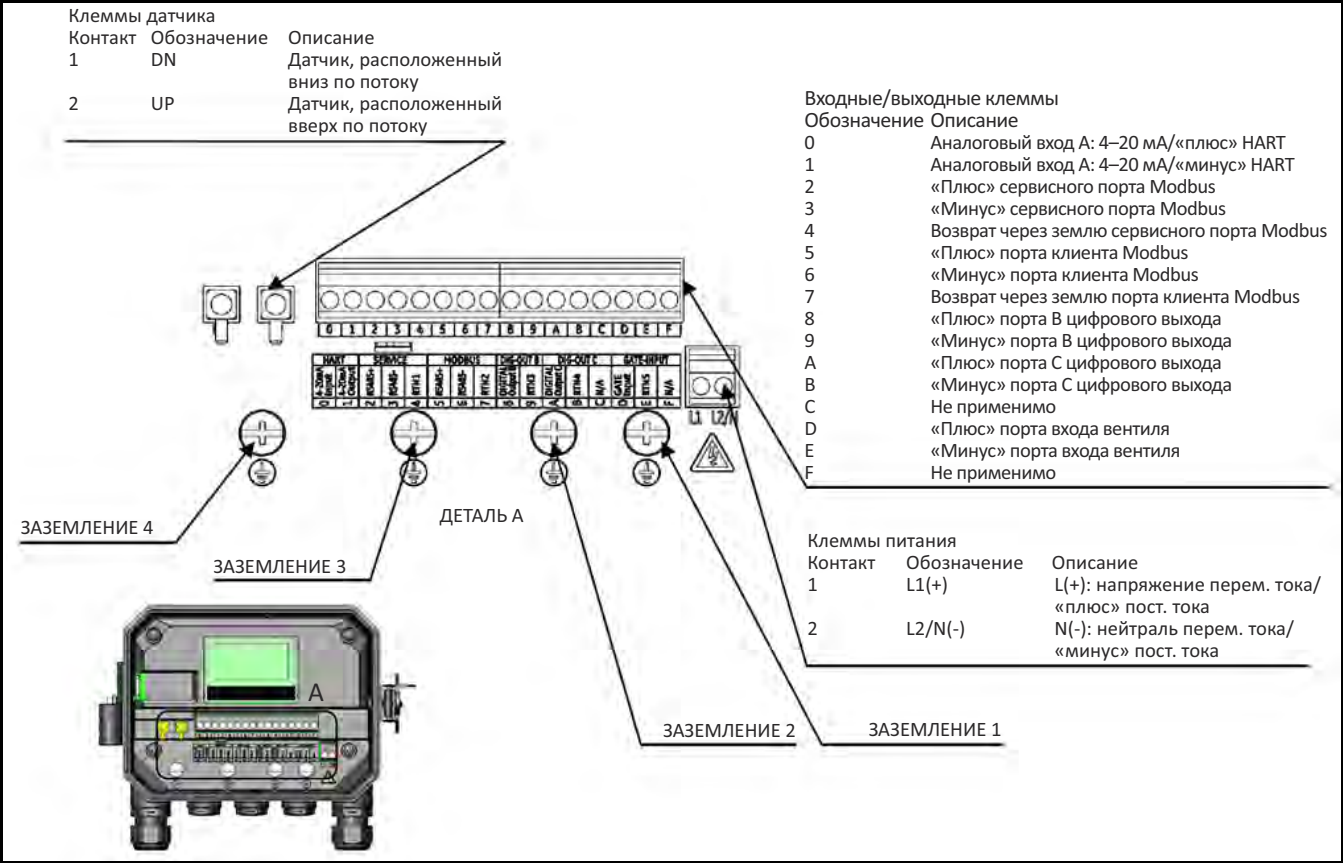
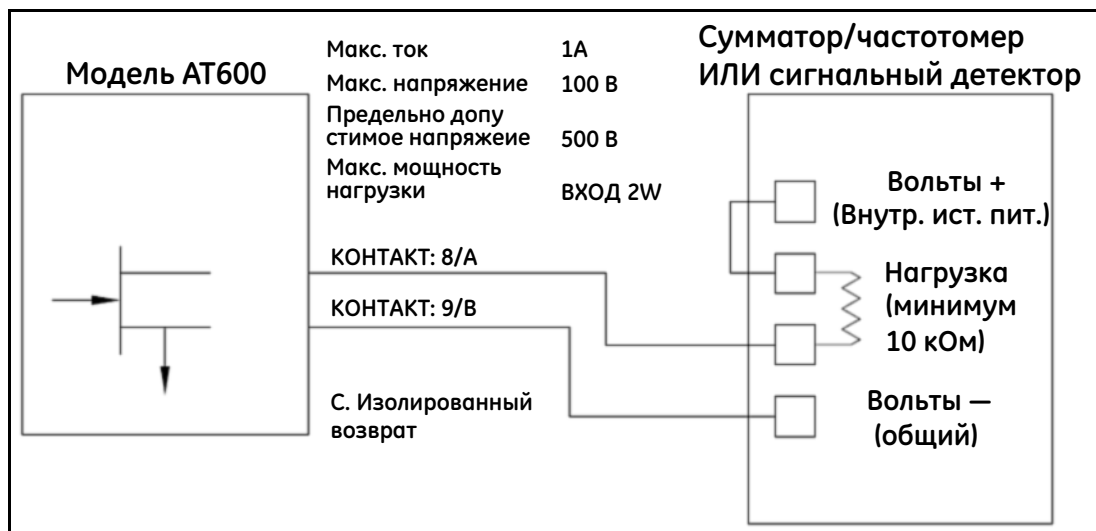

Рисунок 22: Диаграмма подключения
Рисунок 27: Подключение суммирующего/частотного/сигнального выхода
2. Подключите электропитание и кабели датчиков к АТ600; см. Рисунок 22 на стр. 16.
В этом разделе содержатся инструкции по выполнению всех необходимых электрических подключений к устройству АТ600. Полную электрическую схему подключения кабелей устройства см. на Рисунок 22 ниже.
Расположение клеммной колодки см. на Рисунок 22 на стр. 16, подключите линейное питание следующим образом.
2. Подключите заземляющий провод к внутреннему заземлению (ЗАЗЕМЛЕНИЕ 1), расположенному на нижней панели корпуса (см. Рисунок 22).
3. Подключите нейтральный или линейный вывод (или отрицательный провод для питания пост. тока) к L2/N(-) и вывод линейного питания (или положительный провод питания постоянного тока) к выводу L1(+), как показано на Рисунок 22 на стр. 16.
2. Подключите разъем кабеля с желтой оплеткой «DN» к DN, а разъем кабеля с белой оплеткой «UP» — к UP, как показано на Рисунок 22 на стр. 16. После этого закрепите кабельный ввод.
3. Расположение клеммной колодки см. на Рисунок 22 на стр. 16, выполните электромонтаж клеммной колодки, как показано на рисунке. Закрепите зажим кабеля.
Для подключения последовательного порта RS485 Modbus см. Рисунок 22 на стр. 16, выполните следующие действия:
3. Проденьте один конец кабеля через отверстие, выполните его электромонтаж к клеммной колодке и закрепите кабельный ввод, как показано на Рисунок 22 на стр. 16.
Каждый выход сумматора/частоты/аварийного сигнала требует подключения двух проводов. Подключите эту клеммную колодку в соответствии с присвоенными номерами контактов, показанными на Рисунок 27 ниже. Рисунок 22 показывает примеры электрической схемы выходной цепи сумматора/частотомера/аварийной сигнализации.